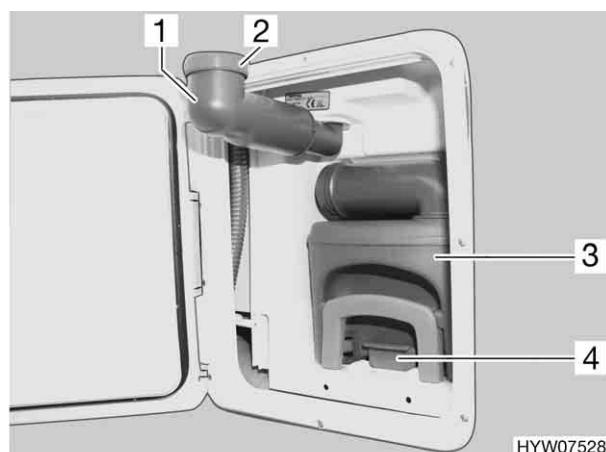

Fig. 98
- Ruotare il bocchettone di riempimento dell'acqua potabile (Fig. 98,1) verso l'esterno.
- Rimuovere il coperchio a vite (Fig. 98,2).
- Tirare verso l'alto la staffa di supporto (Fig. 98,4) ed estrarre la cassetta Thetford (Fig. 98,3).